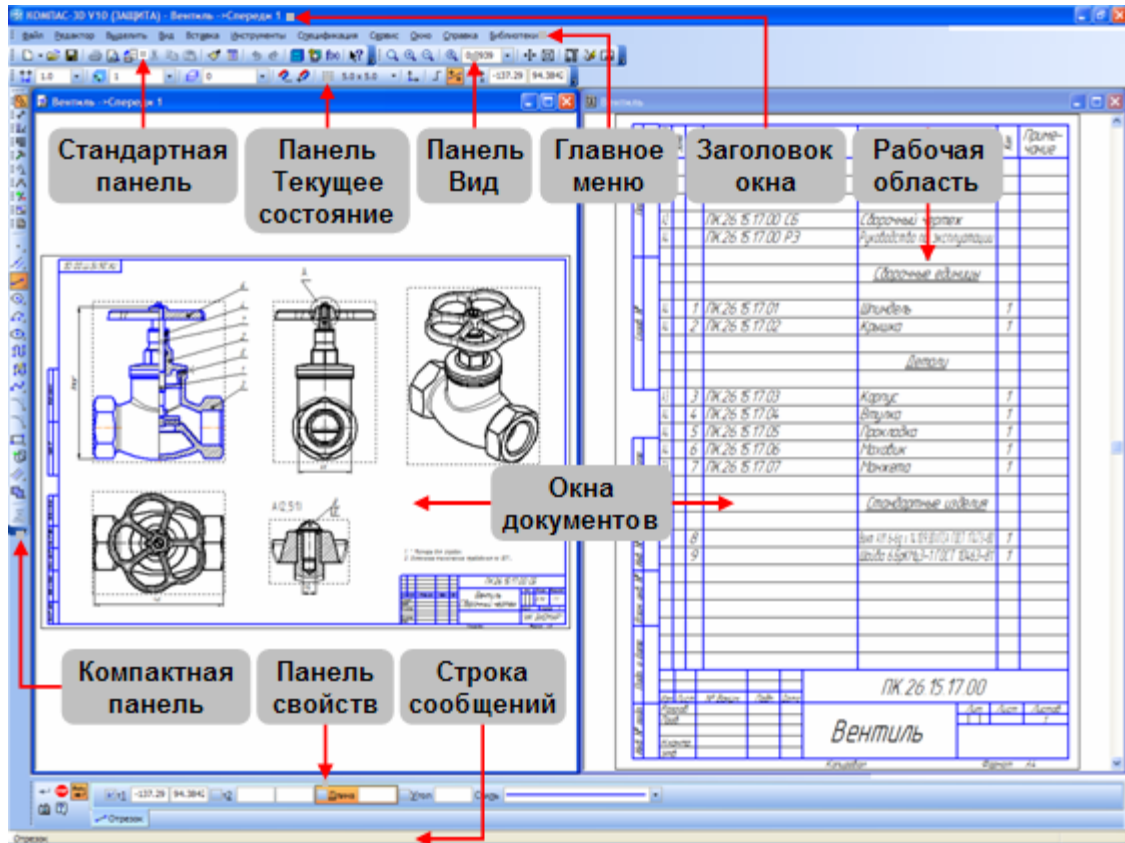

Рисунок 2.
*Главное окно системы (рис.2)*